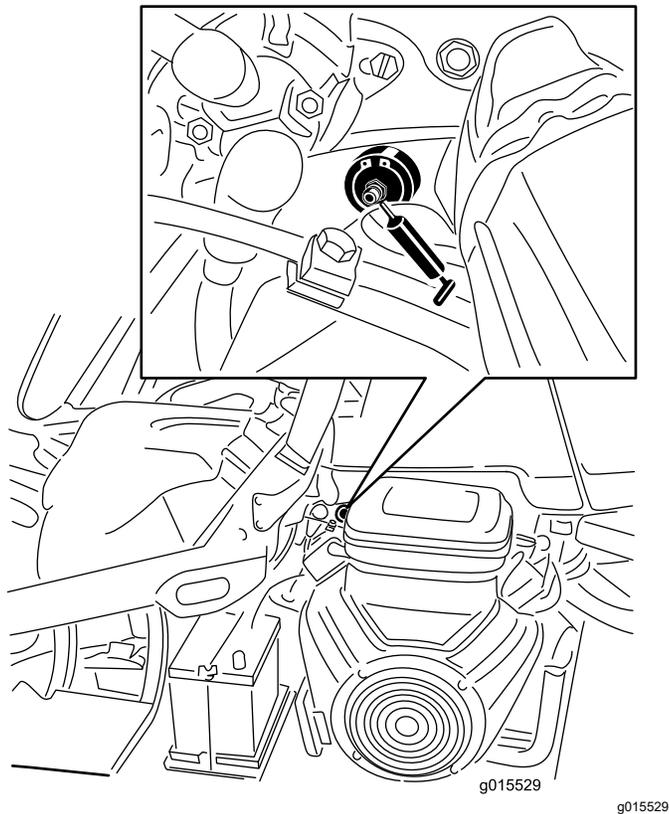

图 32
1. 擦干净黄油嘴这样就不会导致异物进入轴承或轴套中图 32。